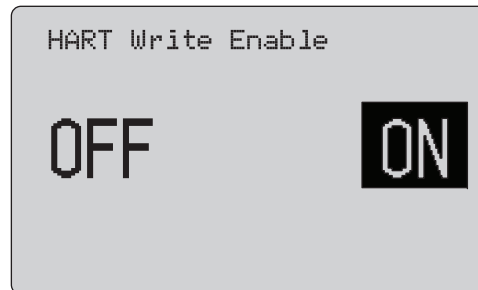

Figura 18. Pantalla HART Write Enable (Activar escritura HART)
**HART Write Enable** (Activar escritura HART) es la última de las funciones del menú Calibrator Setup (Configuración del Calibrador). Consulte la figura 18.